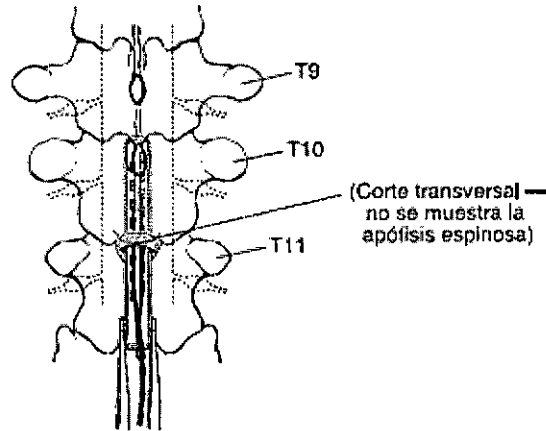

Figura 3
4. Sujete la electrodo con fórceps con puntas engomadas y pásela a través de la abertura del ligamento, asegurándose de que los electrodos se orientan hacia la duramadre (consulte la figura 3).